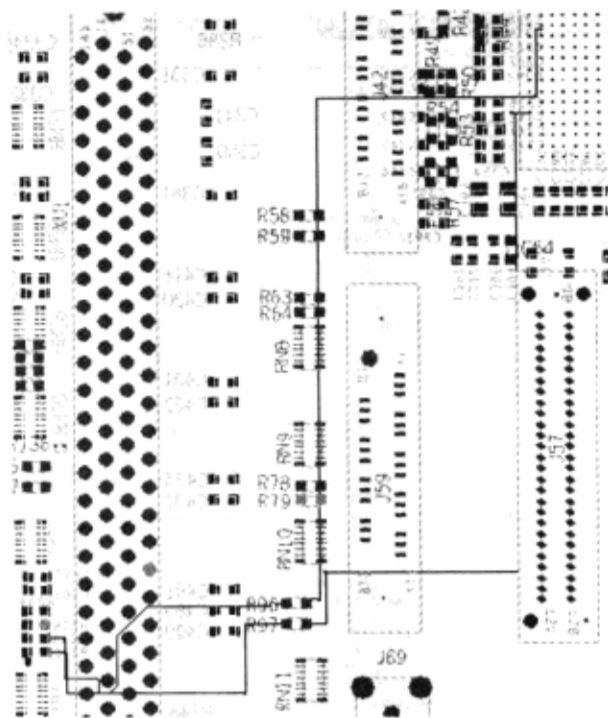

图 4-3-7 自动布线
(5) 在工作空间的任意地方单击鼠标右键→从弹出的菜单中选择“Done”，结束布线，如图 4-3-7 所示。